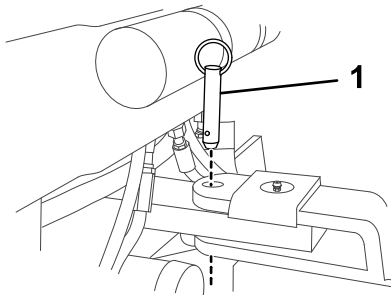
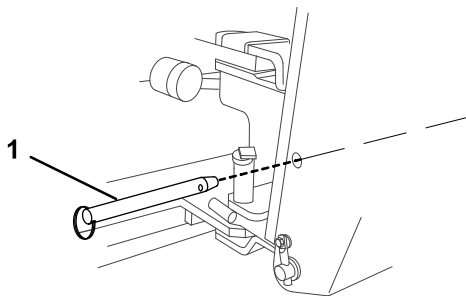
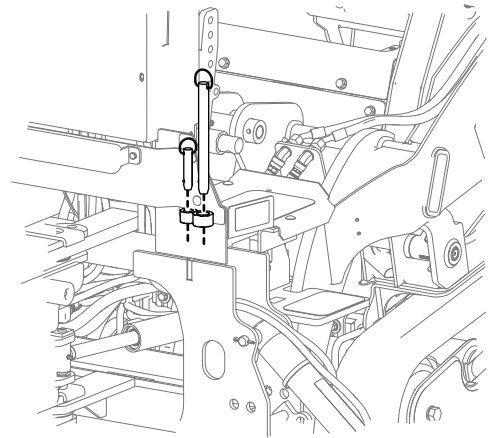

Figure 6
Figure 7
Figure 8
3. Retirez les 2 goupilles qui bloquent la flèche en place (Figure 6 et Figure 7) placez-les dans les positions de rangement (Figure 8).
**Remarque:** Une goupille empêche la flèche d'osciller d'un côté à l'autre (Figure 6), tandis que l'autre empêche la flèche de monter et de descendre (Figure 7).